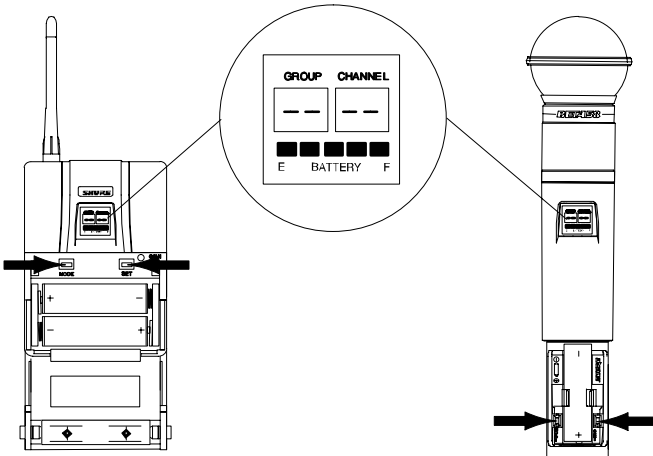

ABBILDUNG 45
3. Um zu überprüfen, ob die Frequenzsicherung eingeschaltet ist, die MODE- oder SET-Taste drücken. Ist die Funktion aktiviert, erscheint „- -“ auf der Senderanzeige (Abbildung 45).